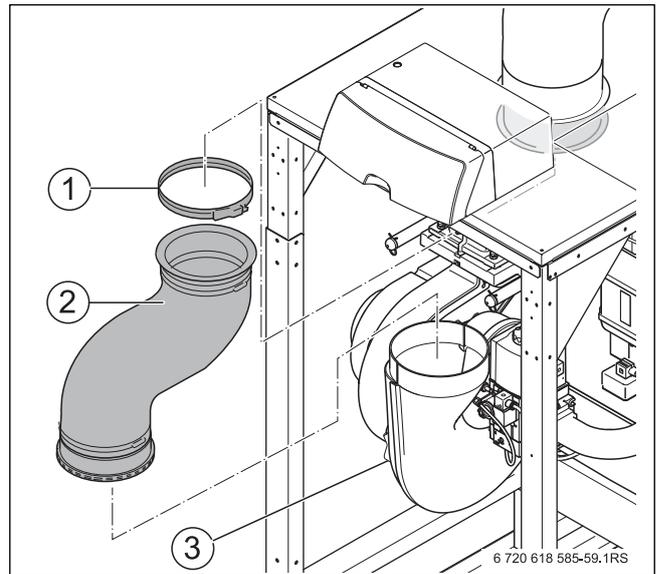

Рис. 44 Демонтаж рукава приточного воздуха
- ▶ Ослабьте хомут рукава приточного воздуха между коллектором и переходником. (→ рис. 44, стр. 38).
- ▶ Снимите рукав с патрубком коллектора приточного воздуха (→ рис. 44, стр. 38).